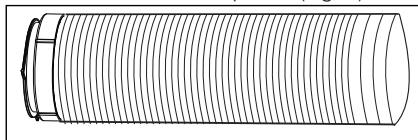

Fig. 7
4. Dra ut den andra sidan av slangens och skruva fast den i adapter B (Fig. 7).